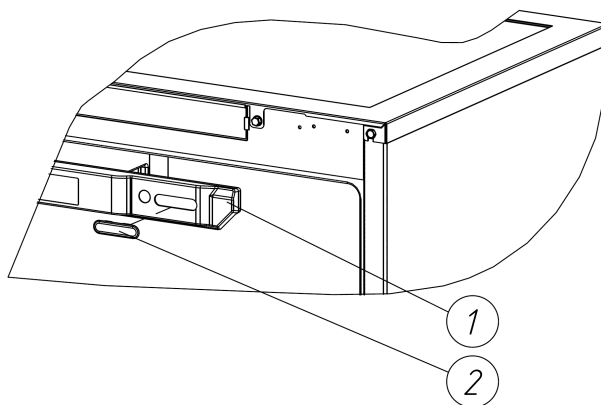

Рис. 9. Установка заглушки для перенавески в переднюю панель
19. Установить заглушку (входит в комплектацию холодильника) (поз.2, рис.9) в правое отверстие передней панели (поз.1, рис.9)